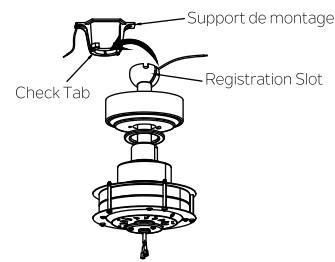

Fig. 9
**Étape 5.** Soulevez le moteur pour le mettre en position d'installation et placez la boule de suspension dans le support de montage. Tournez jusqu'à ce que Check Tab se trouve dans Registration Slot et qu'il soit bien logé. (Fig. 9) Le moteur entier ne doit tourner ni à gauche ni à droite lorsqu'il est installé correctement.